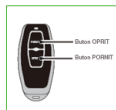

Fig.2
- Oprire de la distanță (Fig. 2): Apăsați și mențineți apăsat butonul OFF de pe telecomandă timp de o secundă.